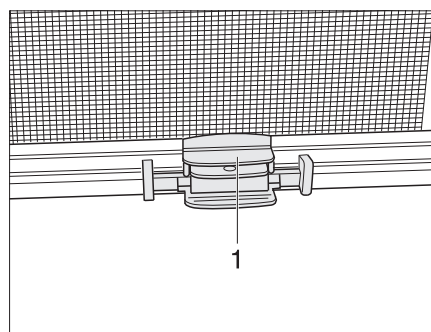

Fig. 54 Persiana
- Agarrar la tablilla final (Fig. 54,1) de la mosquitera enrollable por el centro y dirigirla a la tablilla final de la persiana oscurecedora enrollable.
- Sujetar la tablilla final (Fig. 54,1) de la mosquitera enrollable y accionar la cuchilla de bloqueo.